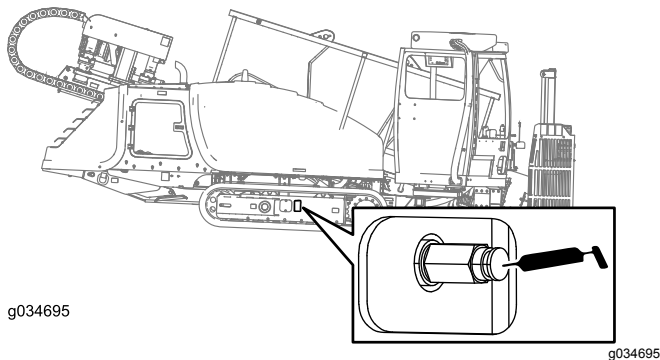

**Bild 109**
2. Entfernen Sie Schmutz und Rückstände im Bereich des Schmierventils für die Kettenspannung (Bild 109).
4. Bringen Sie Schmiermittel auf den Nippel auf, bis die Spannung 310,26 bar beträgt, siehe Bild 109.
4. Drehen Sie das Schmierventil für die Kettenspannung **maximal eine Umdrehung** nach links (Bild 109).